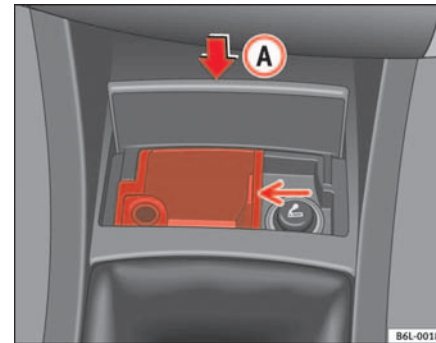

Abb. 80
- Durch Drücken auf den unteren Teil des Aschenbecherdeckels **A** ⇒ Abb. 80 öffnet sich der Aschenbecher durch Federwirkung automatisch.